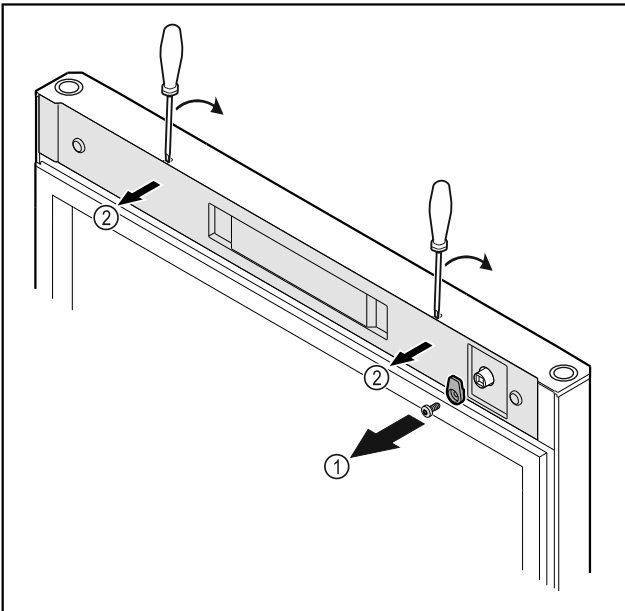

Fig. 12*
- ▶ Atsukite uždarymo kabliuką Fig. 12 (1)*
- ▶ Atfiksukite dengiamąją plokštelę Fig. 12 (2) mažą atsuktuvu ir nuimkite.*